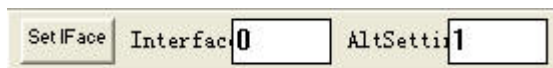

图 3.2 Set Iface 操作
(1) USB 标准请求，得到各种描述符，包括 GetDev(设备)、GetConf (配置)、GetPipes (管道)、GetString (字符串)，Set Iface 设置接口。插入本开发板，用户可点击控制面板各操作，然后从消息窗口观察操作结果信息，点击 GetDev 在消息窗口中得到 FX2 设备信息，设置接口操作见图 3.2，用户改变可选设置的值，然后点击 Get Pipes 观察各种配置下端点的设置情况，并和“FX2 TechRefManual”文档中默认接口配置比较。